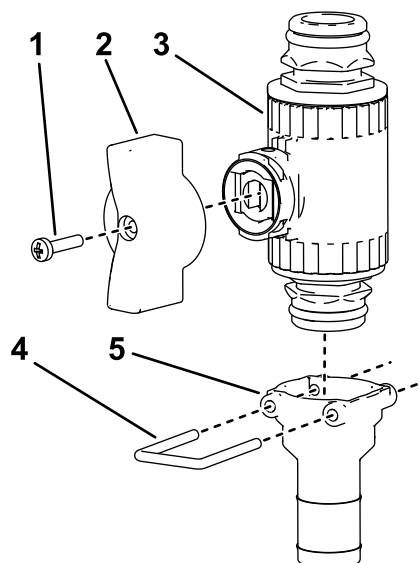

Figure 26
3. Fixez la poignée à oreilles et le raccord droit sur la vanne de commande (Figure 26).
4. Montez le raccord droit sur la vanne de commande au moyen de l'étrier, comme montré à la Figure 26.